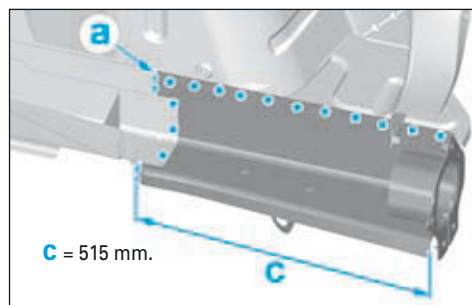

FIG.189
- Tracer puis découper en (a) dans la zone de coupe (C) (**Fig189**).